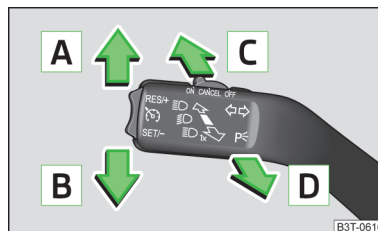

Bild 36
Manöverspakslägen » bild 36
- För manöverspaken så långt det går i läge **A** resp. **B** » bild 36 på sidan 47 - parkeringsljustet på höger resp. vänster fordonssida slås på.